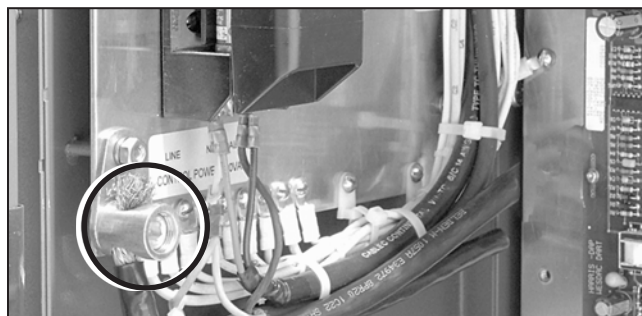

Figura 125. La zapata de cobre y bloque de fusible.
- (g) Conecte el cable grueso blindado a la zapata de cobre que está en la placa de tierra del gabinete para baja tensión. Ver Figura 125.
PASO 5. Conecte la línea y el neutro al bloque de fusibles. Vea la etiqueta que está abajo del mismo. Ver Figura 125.